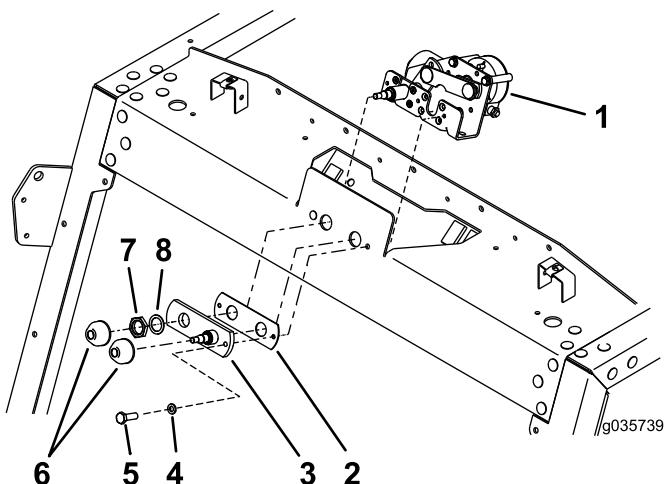

Рисунок 2
2. Выверните болт и снимите стопорную шайбу с вала в сборе (Рисунок 2).
3. Снимите пластмассовые колпачки, зажимную гайку, шайбу, вал в сборе и прокладку с двигателя стеклоочистителя (Рисунок 2).
5. Пропустите вал двигателя через верхнее отверстие (Рисунок 2).
6. Установите уплотнительную прокладку и вал в сборе при помощи болта и стопорной шайбы, чтобы зафиксировать двигатель на месте (Рисунок 2).